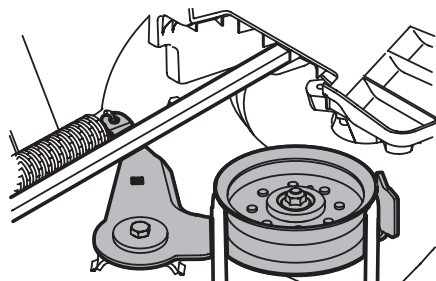

Figura 41
8. Desde el lado derecho del tractor, inserte una llave de trinquete de 3/8", regulada para **ajustar**, en el orificio cuadrado del soporte intermedio. Consulte la Figura 41.
9. Pivote la llave hacia adelante para mover la polea de transmisión de la plataforma hacia adelante. Consulte la Figura 41.